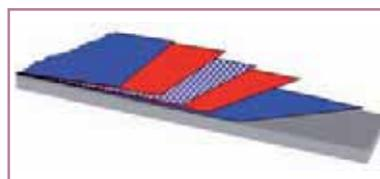

Fig. 5 Diagramma schematico del nuovo sistema anticorrosione polielettrolitico/inibitore su lega di alluminio
presentata quella del pannello in lega rivestito con film sol-gel unico. È visibile un picco di attività corrosiva, e, di conseguenza, questo film dà prova di una superiore protezione della lega. In fig. 3 (C) si osserva che il film sol-gel modificato con nanocontainers dà prova di un'alta capacità anticorrosiva, visibile dall'assenza effettiva di un'azione anodica (fig. 5 (C)). Dalle misure SVET si evince poi che durante il processo corrosivo i siti di corrosione si manifestano in tutti i campioni. Nello stesso tempo, i massimi eventi corrosivi avvengono nel caso della lega di alluminio grezzo (fig. 3 (A)). Il secondo posto nella valutazione della funzione protettiva è assegnato al coating sol-gel (fig. 3 (B)).
Lo sviluppo del nuovo sistema anticorrosione è presentato schematicamente in fig. 5. I nanostrati poli(etileneimina), (PEI, MW $\sim$ 600-1000 kDa, Sigma-Aldrich), poli(stirene solforato) (PSS, MW $\sim$ 70 kDa, Sigma Aldrich) e 8-idrossichinolina (8HQ) sono stati depositati sulla lega di alluminio pretrattata AA2024 mediante spruzzatura a secco di una soluzione di 2 mg/ml di polielettroliti in una miscela di acqua/etanolo (1:1, v/v). Lo spessore di ogni strato era pari a circa 5-10 nm misurato per ellissometria. Dopo ogni fase di deposizione, i campioni sono stati lavati in una miscela di acqua/etanolo ed essiccati con flusso di azoto. L'8-idrossi-
corrosion activity is visible, consequently this films results in higher protection ability of the alloy. Fig. 3(C) illustrates that nanocontainers doped sol-gel film exhibit very high anticorrosion ability which is visible from the practical absence of anodic activity Fig. 5(C).
The design of our novel anticorrosion system is schematically shown in Fig. 5. The poly(ethyleneimine) (PEI, MW~600-1000 kDa, Sigma-Aldrich), poly(styrene sulfonate) (PSS, MW~70 kDa, Sigma-Aldrich) and 8-hydroxyquinoline (8HQ) nanolayers are deposited on the pre-treated aluminum alloy AA2024 by spray drying from 2 mg/ml solution of polyelectrolytes in water/ethanol (1:1, v/v) mixture. The thickness of each layer was about 5-10 nm as measured by ellipsometry. After each deposition step the samples were washed in water/ethanol mixture and dried with a nitrogen stream. 8-hydroxyquinoline was deposited between two PSS layers from 10 wt% solution of 8HQ in ethanol.